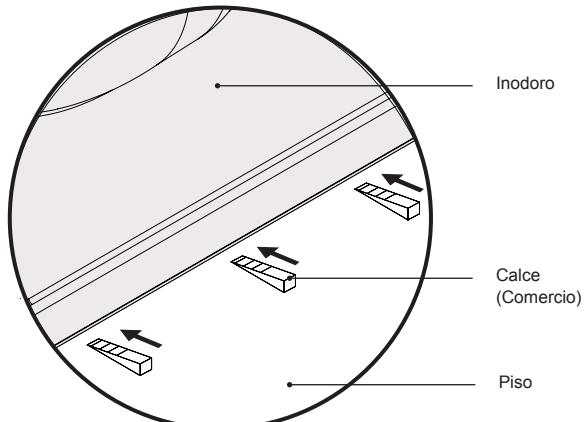
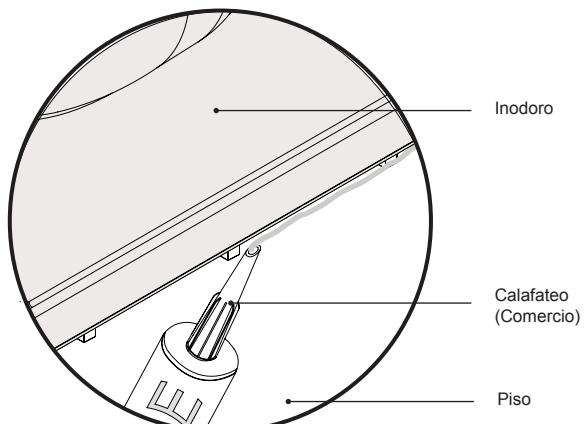

Figura 13
Figura 14
- ① Afloje la tuerca de la taza.
- ② Determine el lado del inodoro tiene más movimiento
- ③ Introducir una cuña entre el inodoro y el piso. Utilice un martillo para forzar suavemente en su lugar (Figura 13).
- ④ Nivel de ir al baño otra vez. Si el inodoro está a nivel, vuelva a apretar las tuercas del recipiente.
- ⑤ Selle el espacio entre el suelo y el inodoro con masilla de silicona. Deje curar por 24 horas antes de ir al baño (Figura 14).